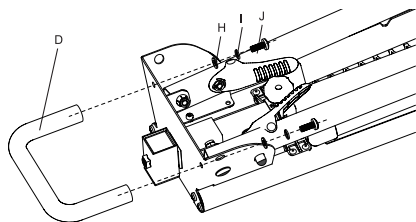

Fig. 2 – Montaje del asa
2. Monte el asa en la estructura principal con 2 tornillos M8 x 14 mm y con las arandelas de presión 8 mm. Apriete firmemente (Fig. 2).